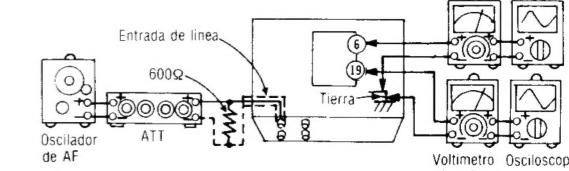

Fig. 9
1. La conexión del equipo de prueba se muestra en la Fig. 9.
3. Ajustar mediante atenuador de manera que la salida entre terminal ⑥ (CH-I) (terminal ⑯ (CH-D)) de IC403 y tierra sea 12,3mV.